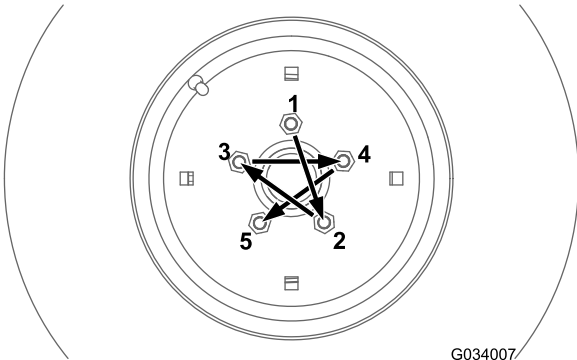

図 64
前後の車輪のホイールナット後輪は 4WD モデルのみを 図 64 に示すクロスパターンで規定トルクまで締め付けてください。 図 65
- 前輪 図 64 を参照。